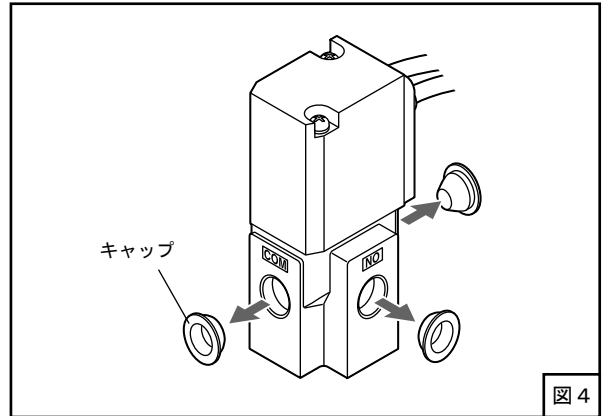

図4
- (1) ソレノイドバルブの端子に取付けてある半透明のキャップを全て取外してください。(図4)